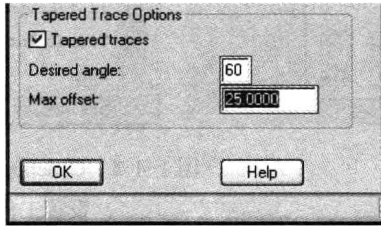

图 1-4-8 “Fillet and tapered trace”窗口
(1) 执行菜单命令“Route”→“Gloss”→“Parameters”，在弹出的窗口中选择“Fillet and tapered trace”选项，弹出“Fillet and tapered trace”窗口，设置参数如图 1-4-8 所示。